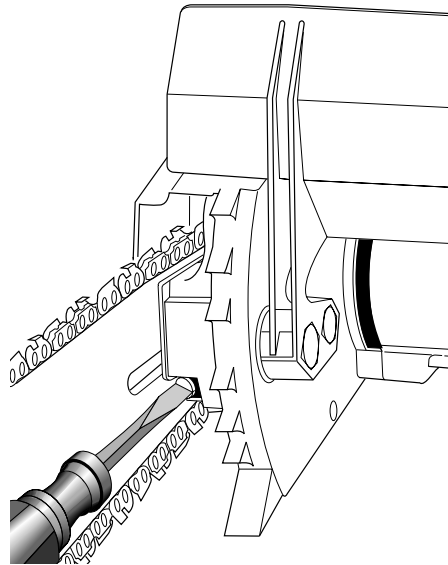
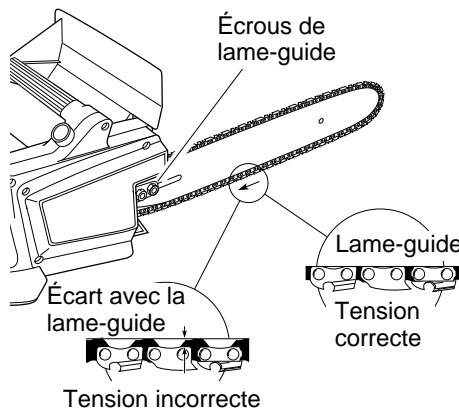

Figure 5 - Pour tourner la vis de réglage
Figure 6 - Réglage de la chaîne
2. Tourner la vis de réglage dans le sens horaire jusqu'à ce que tout le mou ait disparu de la chaîne. (Voir la figure 5.) *Note:* Il ne doit pas y avoir d'écart entre les maillons latéraux de la chaîne et le bas de la lame-guide. (Voir la figure 6.)